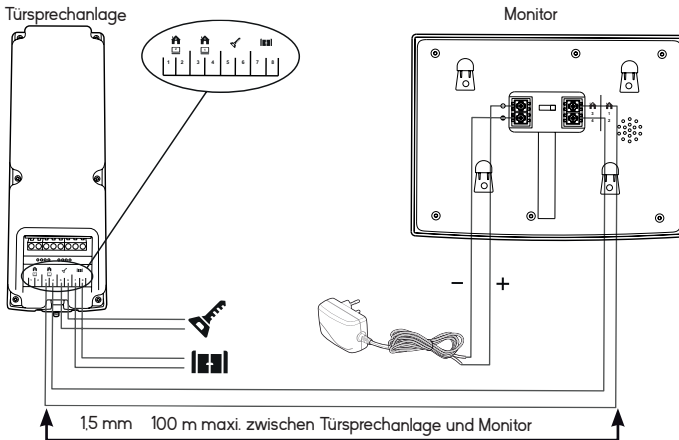

Abb. 8 Türsprechanlage
- **Abb. 8:** 1 Familie – 2 Monitore